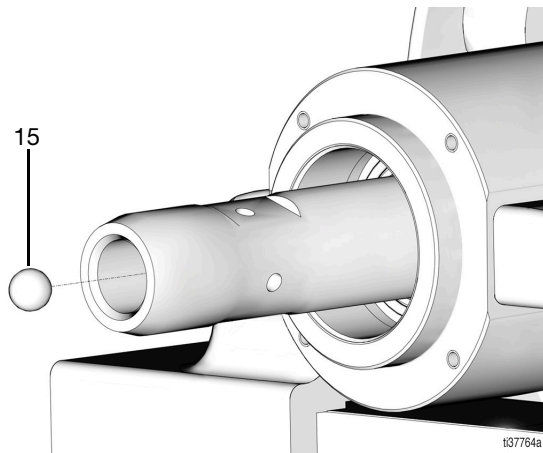

Рис. 24
8. Замените стопорный шарик (15), расположенный между штоком поршневого насоса (14) и поршнем для жидкости (9) (Рис. 24).